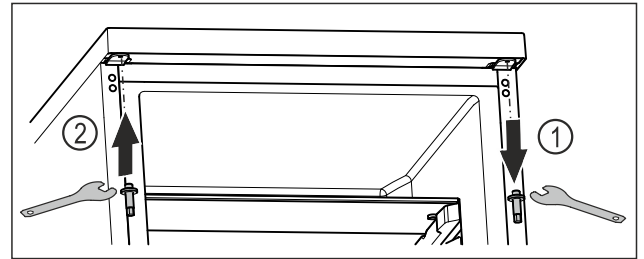

Fig. 22
- ▶ Kierrä ylemmät pultit ulos ulokuusioavaimella. Fig. 22 (1)
- ▶ Kierrä pultit ulokuusioavaimella kiinni vastapäiselle puolelle. Fig. 22 (2)